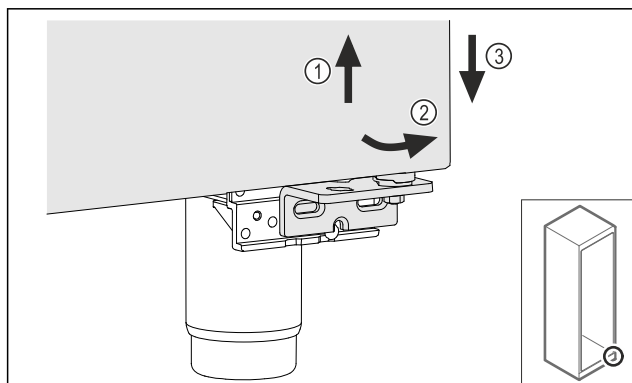

Fig. 16
- Vrata rahlo dvignite Fig. 16 (1) in jih spodaj nagnite Fig. 16 (2) ter spustite Fig. 16 (3).